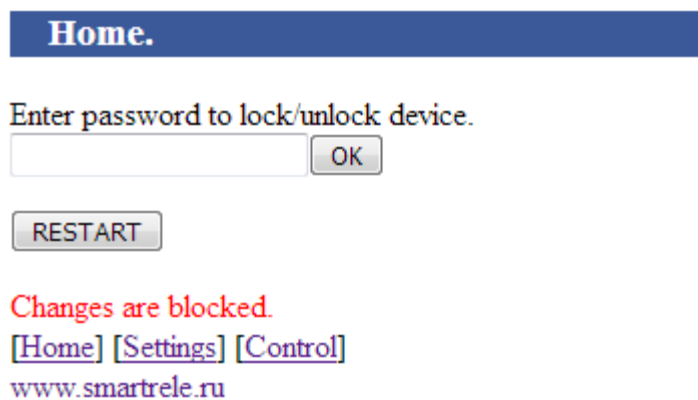

Рисунок 1 – страница «HOME»
9.4 Запустите предпочитаемый браузер и наберите в строке адреса IP адрес устройства (значение по умолчанию 192.168.1.6). В окне браузера отобразится страница «HOME» (рис.1). На странице расположено поле ввода пароля для разрешения изменения настроек устройства. Кнопка «RESTART» сохраняет внесенные изменения. В нижней части страницы расположена информационная строка и ссылки для переключения страниц.